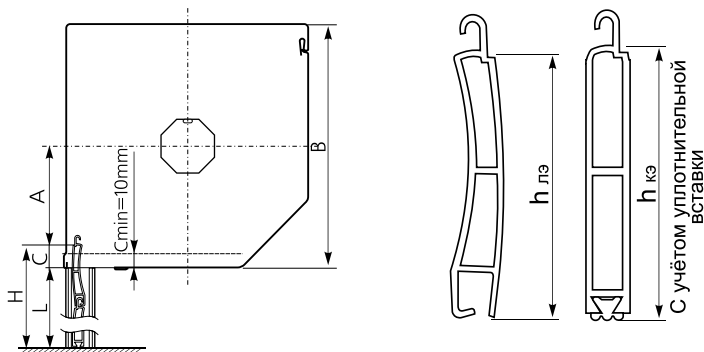

Рисунок 6. Схема к расчету для выбора ригеля.
- Выбор блокирующего ригеля производить в следующей последовательности (графические обозначения см. рис.6):
4. Определяем расстояние **A** от оси вала до верхней ламели (без замка) (см. рис.6):